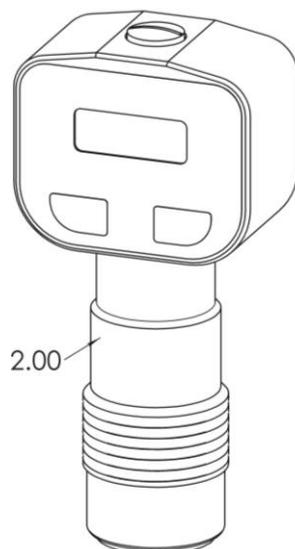

РИС.6 ПРОВЕРКА ЦИФРОВОГО ТВЕРДОМЕРА НРЕ II
- Включите твердомер НРЕ II (2.00, Рис.6).